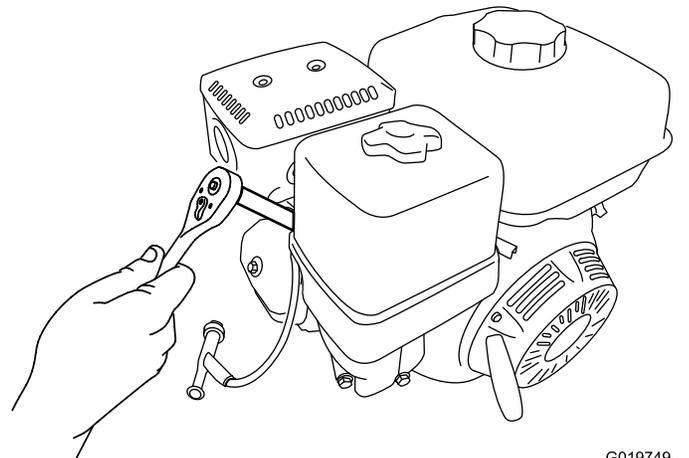

Figure 46
5. Avec la clé à bougie correcte, tournez la bougie dans le sens antihoraire pour la déposer ainsi que la rondelle d'étanchéité (Figure 46).
2. Avec la clé à bougie correcte, tournez la bougie dans le sens horaire jusqu'à ce qu'elle soit en place avec sa rondelle d'étanchéité (Figure 46).